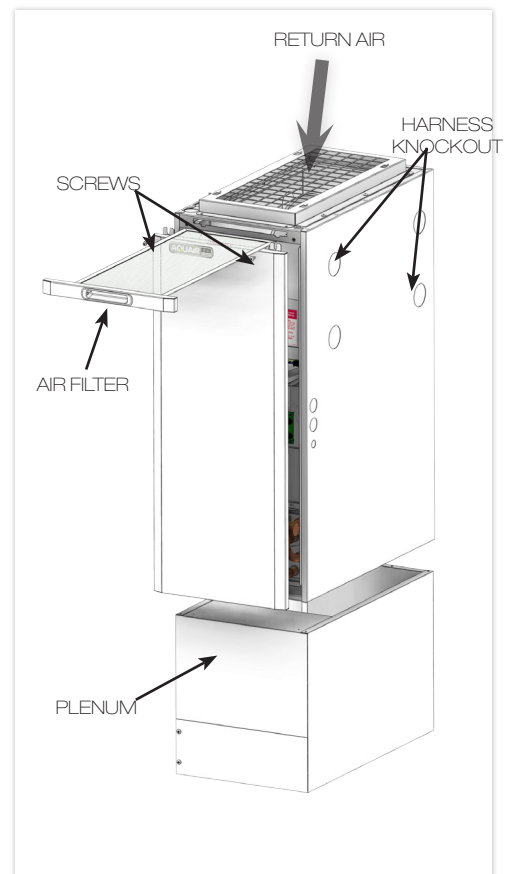

FIGURE 2. DOWNFLOW CONFIGURATION
9.4 DOWNFLOW CONFIGURATION *See Figure 2*